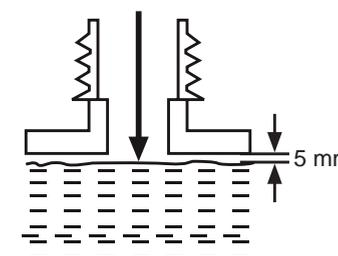

Fig. 11
- > Remplissez correctement le mélange carburant/huile dans le réservoir à l'aide d'un entonnoir à carburant muni d'un filtre afin d'éviter l'entrée de débris dans le réservoir. Ne remplissez pas trop et laissez un espace d'environ 5 mm entre le haut du carburant et le bord intérieur du réservoir afin de permettre l'expansion (Fig. 11).